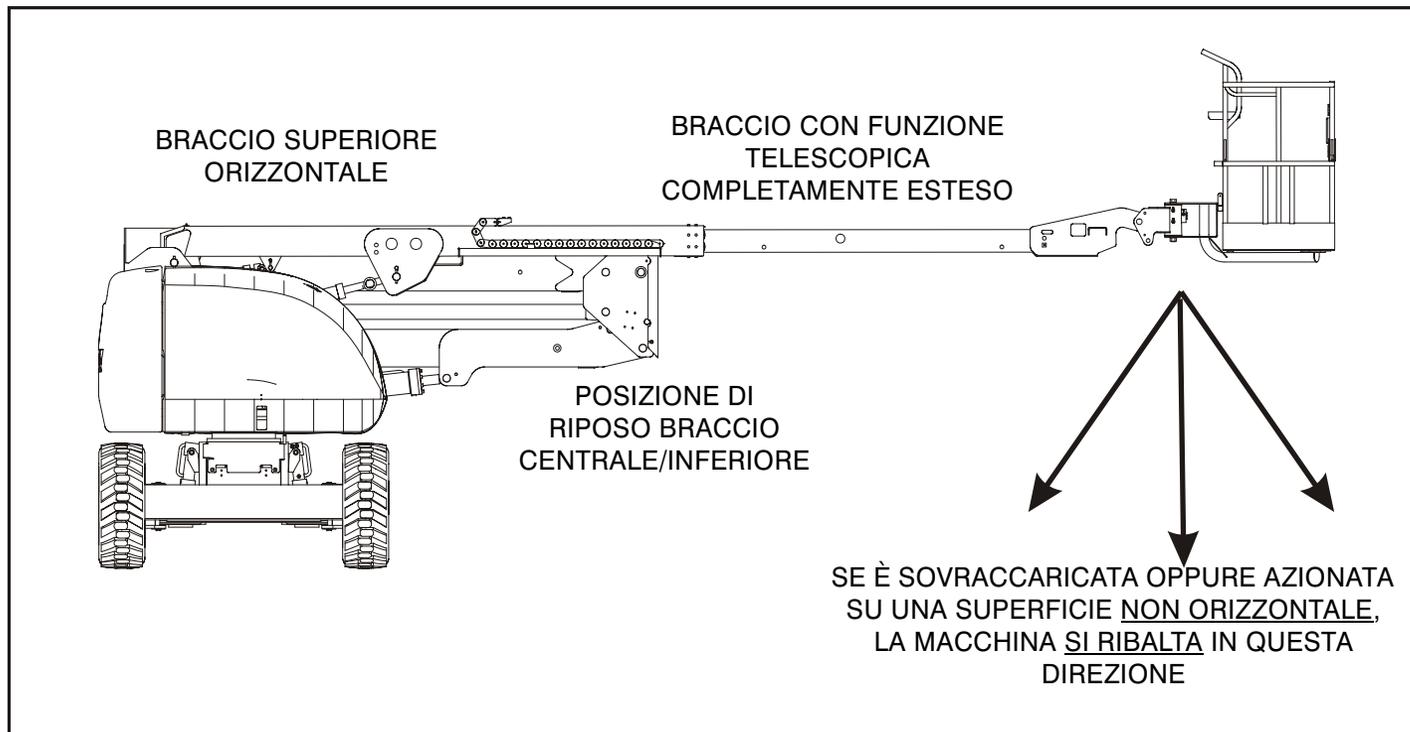

Figura 4-1. Posizione corrispondente alla stabilità minima in avanti
La stabilità della macchina si basa su due (2) condizioni, dette stabilità IN AVANTI ed ALL'INDIETRO. La posizione corrispondente alla stabilità minima IN AVANTI della macchina è illustrata nella (vedi Figura 4-1.), mentre quella corrispondente alla stabilità minima ALL'INDIETRO è illustrata nella (vedi Figura 4-2.)